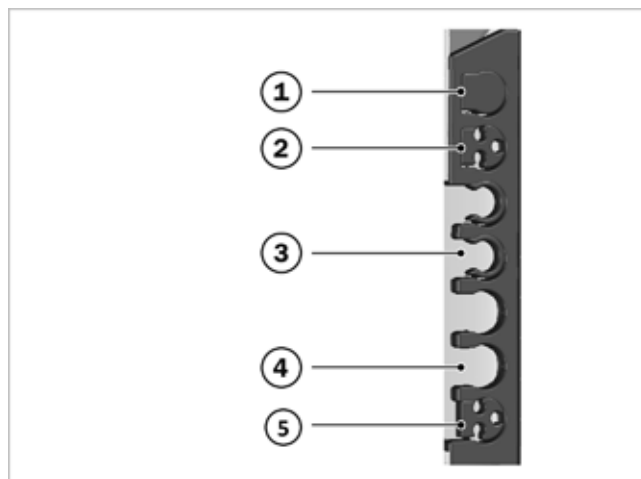

Fig. 41 : inserts des passages des conduites
- Positionner l'autre extrémité avec une réduction de 3 (cf. → fig. 41, 2) à travers un passage de conduite au choix sur la droite ou la gauche du châssis ; veiller à ce que la pente soit suffisante.
2. Faire sortir la conduite de gaz à l'aide d'une réduction de 3 (cf. → fig. 41, 2) à travers l'un des passages de conduites supérieurs, à gauche ou à droite du châssis.